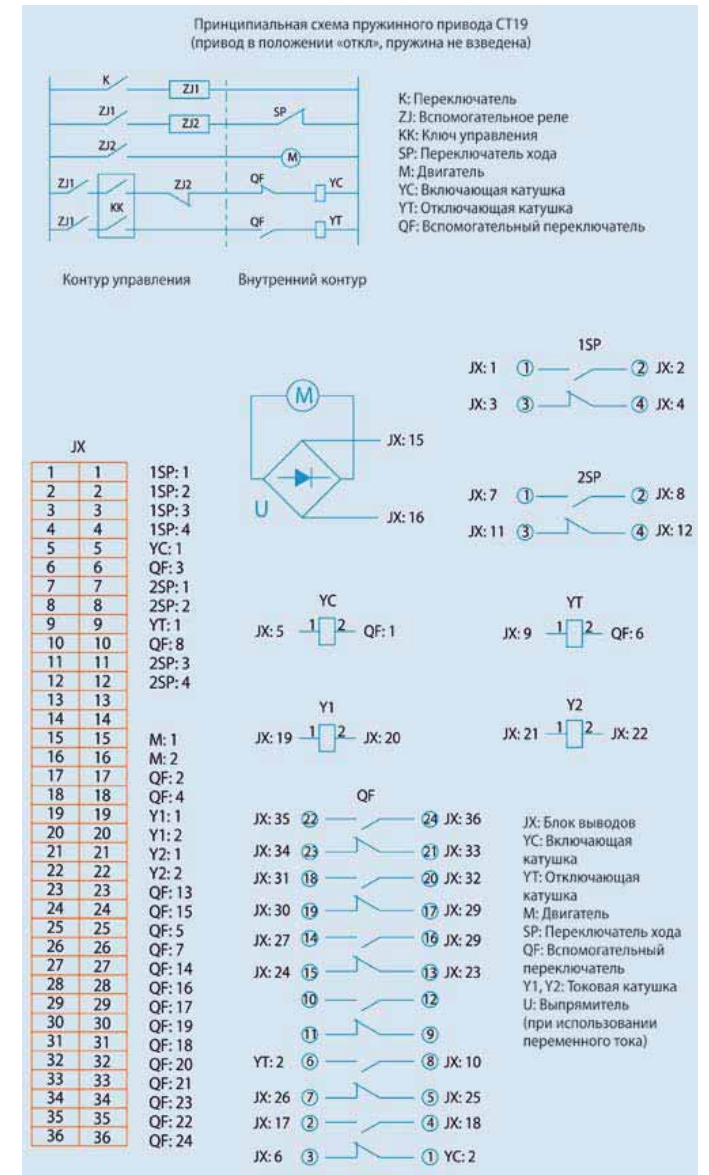

Рис. 5.6 Электрическая схема пружинного привода CT19
5.3 Электрическая схема пружинного привода CE19 (см. рис. 5.6)